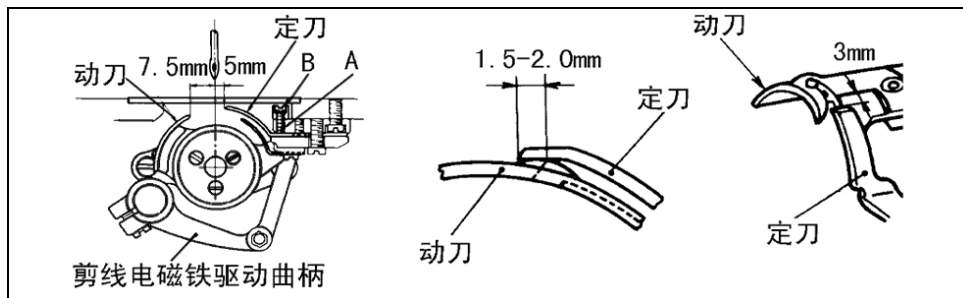

图 36
6) 刀片的调整 (图 36):
如图 36 所示, 动刀片与机针中心的距离为 7.5mm, 定刀片与机针中心的距离为 5mm。